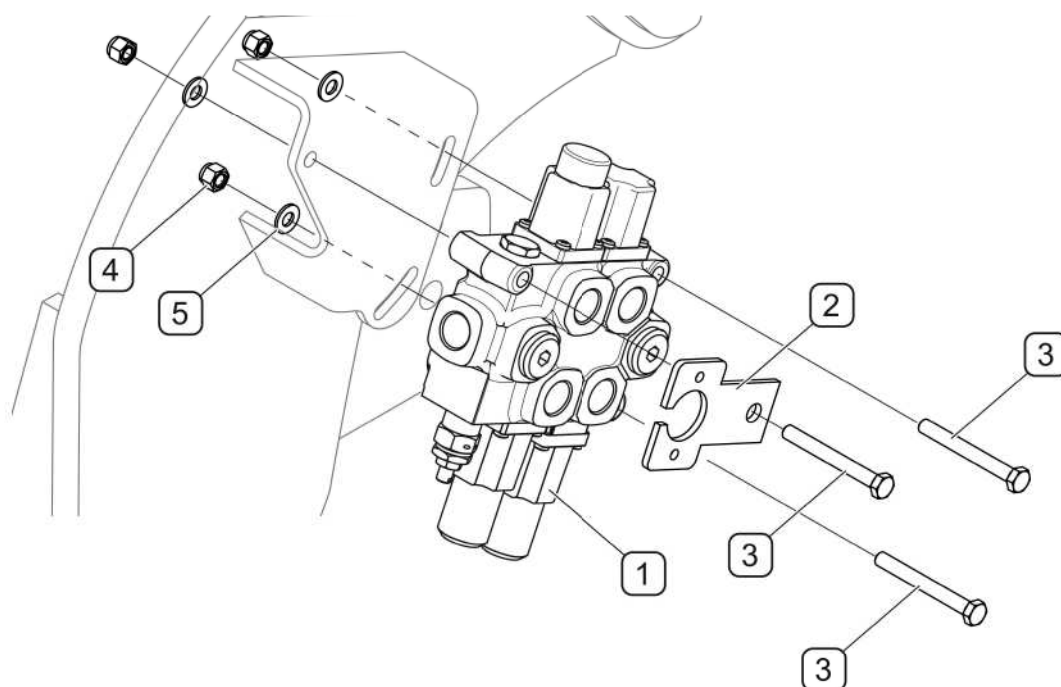
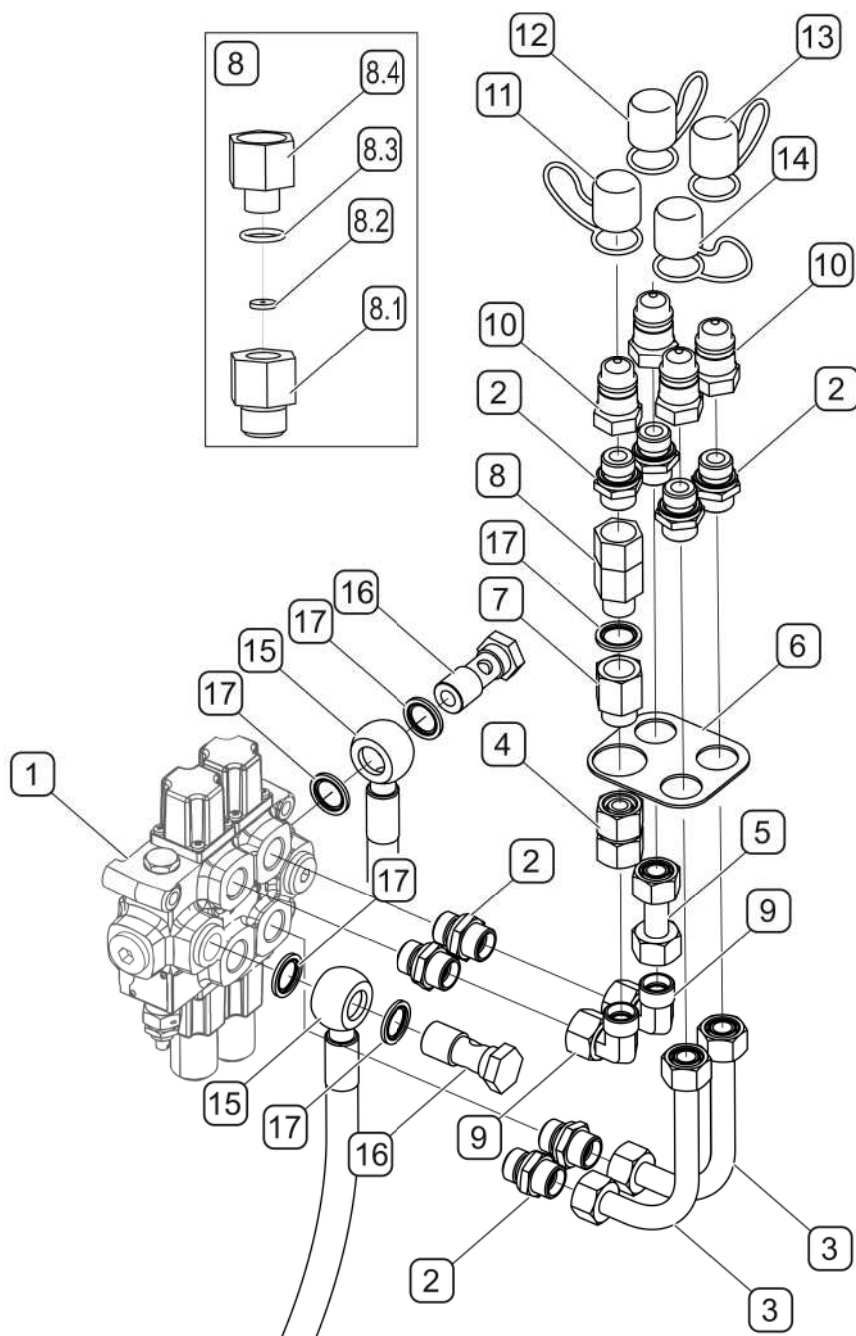

РИСУНОК 4.7 А Монтаж гидравлического распределителя на кронштейне на стреле
РИСУНОК 4.8 А Сборка гидрораспределителя LC2
(1)- гидравлический распределитель; (2)- кронштейн для электрического разъема; (3)- электрический разъем; (4)- болт M8x70-8.8; (5)- шайба 8-100HV; (6)- гайка M8-8; (7)- болт M5x20-8.8; (8)- гайка M5-8; (9)- упругая шайба 5.1; (10)- шайба 5-100HV
Гидрораспределитель (1) крепится на правом кронштейне несущей рамы (РИСУНОК 4.7 А) при помощи болтов (3), гаек (4) и шайб (5). В погрузчиках с 3-секционным управлением (опция) нужно дополнительно установить на распределителе кронштейн для электрического разъема (2) (РИСУНОК 4.7 А). Собрать гидравлический распределитель в единый блок (РИСУНОК 4.8 А) (если производитель поставляет его в несобранном виде).